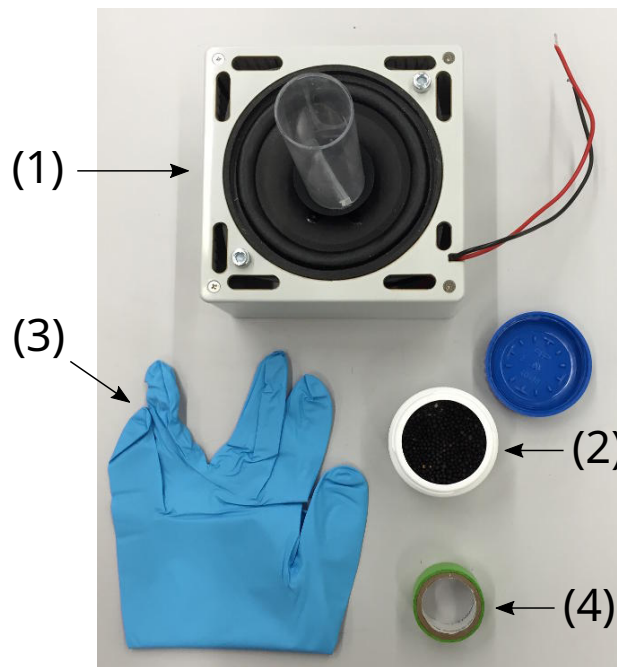

Figura 2: Equipo adicional para este experimento
- La amplitud de la señal en dientes de sierra puede ajustarse usando el potenciómetro derecho identificado como *speaker amplitude* (4). Un voltaje DC proporcional a la amplitud de la señal se envía a la salida de control de amplitud del altavoz (6) (que se mide respecto al terminal de tierra *GND* (7)). Los números se refieren a la fotografía (Figura 2) que se muestra en las instrucciones generales.